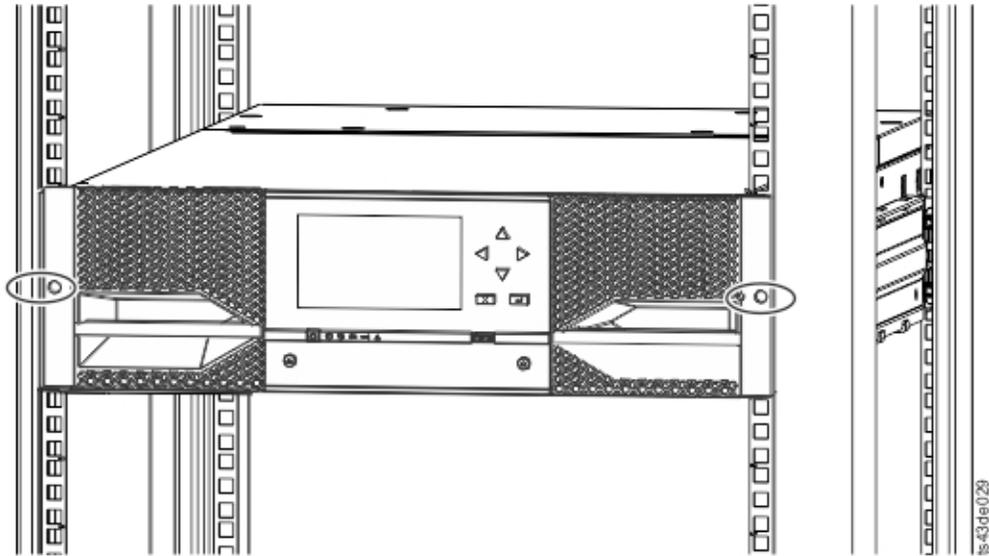

图 41. 机架中的磁带库
5. 使用十字螺丝刀，不完全拧紧螺钉以将模块固定到机架正面（每侧一颗螺钉）。请参阅图 41 中用圆圈标注的区域。